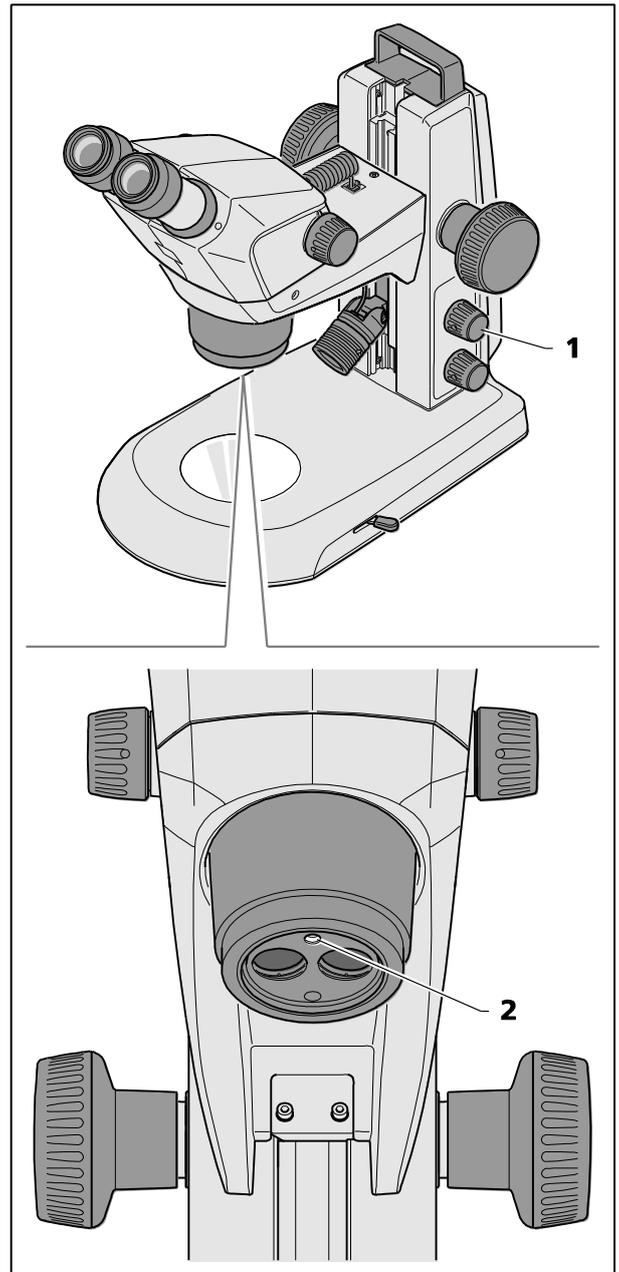

Fig. 20 Réglage du dispositif d'éclairage vertical
- Appuyer une fois sur le bouton (Fig. 20/1) pour allumer ou éteindre alternativement le dispositif d'éclairage vertical (Fig. 20/2).